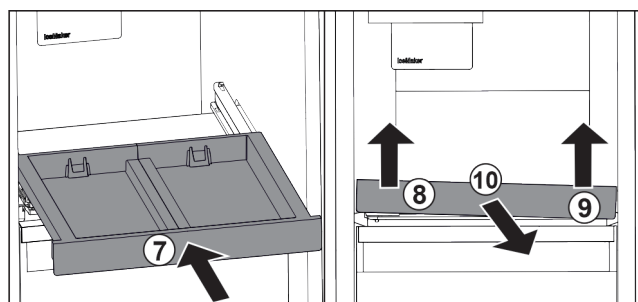

Fig. 91
- ▶ Skjut in utdragshyllan. Fig. 91 (7)
- ▶ Lyft utdragshyllan fram till vänster. Fig. 91 (8)
- ▶ Lyft utdragshyllan fram till höger. Fig. 91 (9)
- ▶ Ta ut utdragshyllan framåt. Fig. 91 (10)